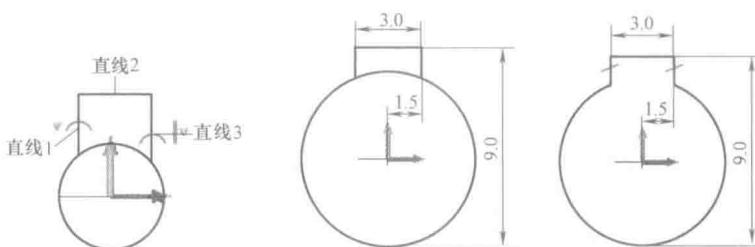

图 1-25 绘制直线与修剪曲线
7) 绘制直线与修剪。选择“草图→直线”进入直线命令栏，绘制 3 条直线，直线 1 和直线 3 要保证垂直，直线 2 要保证水平，对 3 条直线进行尺寸约束，并修剪多余曲线，如图 1-25 所示。